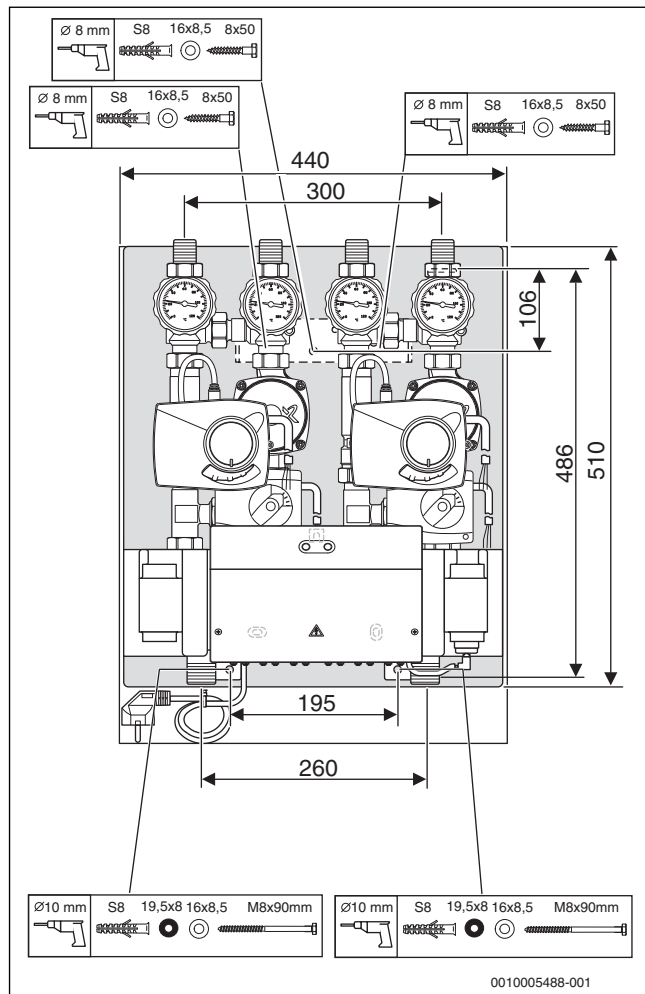

Fig. 17 Fixation murale selon l'exemple HW 2 G/G-3H
- ▶ Perforer trois trous pour le support mural à l'emplacement approprié et insérer les chevilles (→ fig. 17 à 19). La perforation marquée (9 mm, fig. 17) désigne le milieu des raccords de circuits de chauffage.